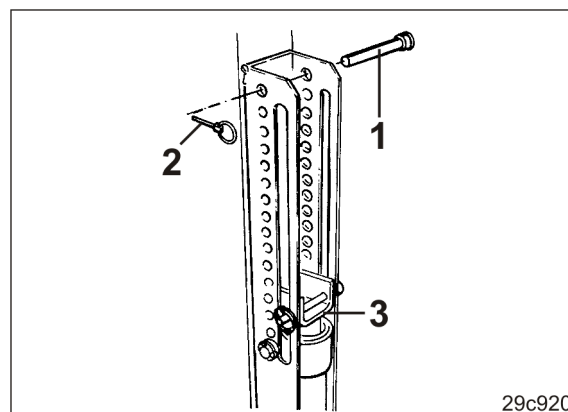

Bild 177
3. Sätt in bulten (Bild 177/1) ovanför anslaget (Bild 177/3) i ett hål i hålgruppen och säkra med en låssprint (Bild 177/2).